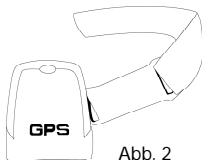

Abb. 2
- Ist der Armgurt nicht befestigt, die Plastikseite des Elastikbands in den Schlitz am G+E Sensor schieben (s. Abb. 2).